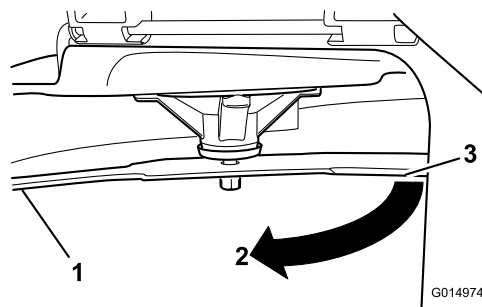

Figura 43
- Gire la misma cuchilla 180 grados de manera que el otro filo de corte esté en la misma posición (Figura 43).